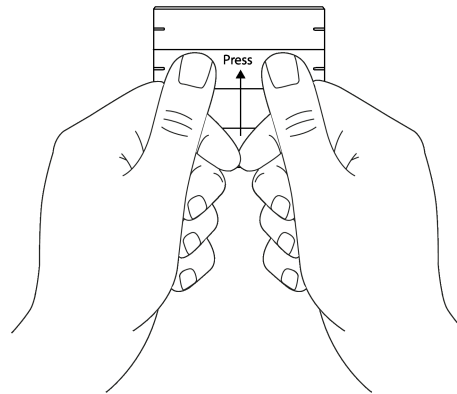

Figura 4: Presionar el centro del interruptor basculante de mando
- Presionar el interruptor basculante con los dos pulgares (véase figura 4).